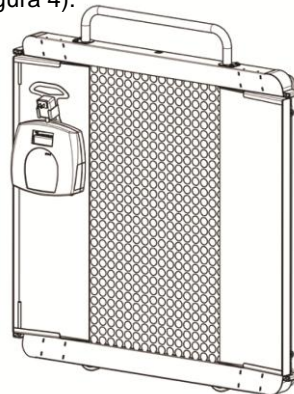

Figura 4
3. Levante la báscula hacia un lateral tirando hacia arriba de la barandilla (C). La báscula quedará lista para ser transportada sobre sus ruedas (ver Figura 4).